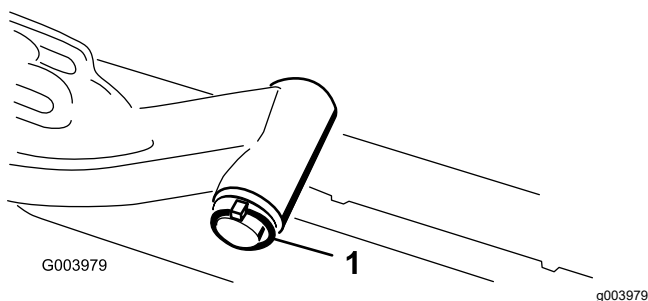

Bild 11
- A. Nehmen Sie den Klapplatch und die Scheibe ab, mit denen die Gelenkwellen des Hubarms am Hubarm befestigt sind. Schieben Sie die Gelenkwellen des Hubarms aus dem Hubarm (**Bild 11**).
C. Setzen Sie die Hubarmwellen in den Hubarm ein und befestigen Sie sie mit der Scheibe und dem Klapplatch (**Bild 11**).